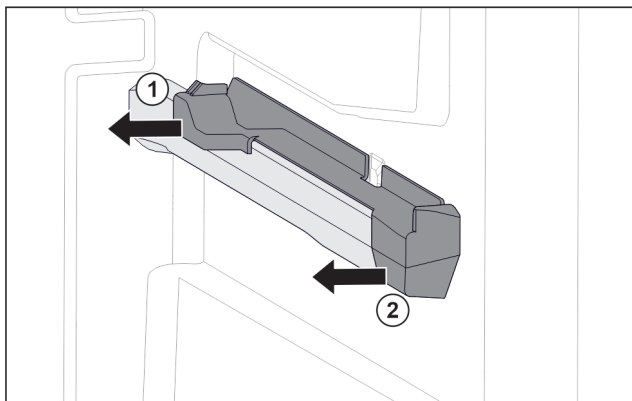

Fig. 71 Наставка върху дясното ребро на съда
- ▶ Изтеглете наставката отзад настрани. Fig. 71 (1)
- ▶ Изтеглете наставката отпред настрани. Fig. 71 (2)